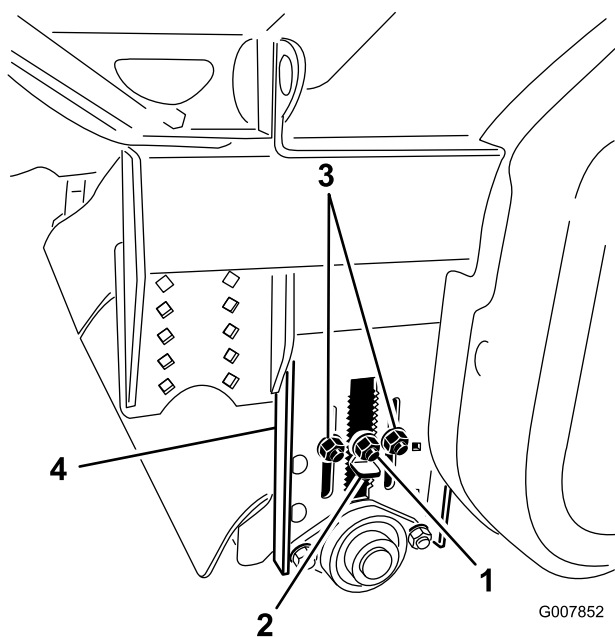

Figura 29
2. Desaperte a porca de bloqueio na chave de ajuste de altura (Figura 29) para que possa ser puxada cerca de 13 mm.
4. Puxe para fora a chave de ajuste da altura e desloque o cilindro traseiro para cima ou para baixo deslizando a chapa de ajuste da altura do cilindro para a altura desejada (Figura 29).
3. Solte as porcas de bloqueio de ajuste da altura do cilindro (Figura 29).